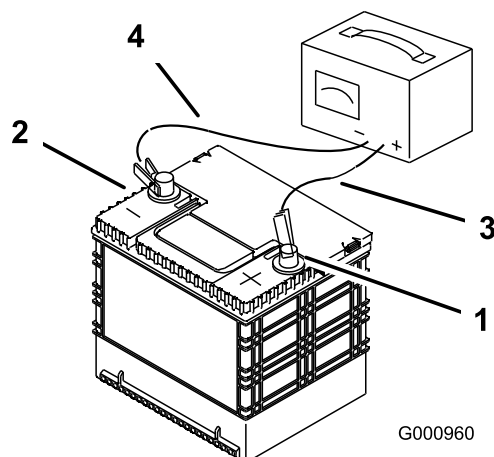

図 47
2. 充電が終わったら、チャージャのプラグをコンセントから抜いてから、チャージャのリード線をバッテリー端子から外す (図 47)。